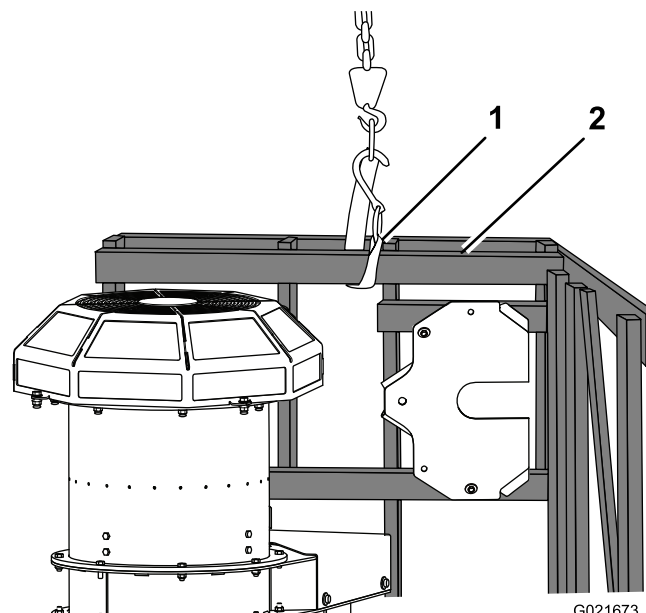

Figure 4
4. Attachez une sangle à la planche supérieure de 5 x 10 cm et soulevez la palette jusqu'à ce que la caisse et le souffleur soient redressés à la verticale (Figure 4).